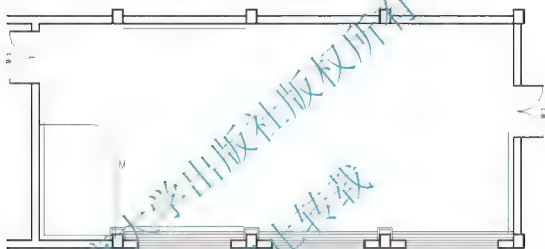
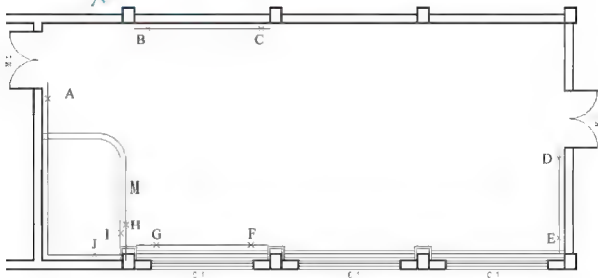
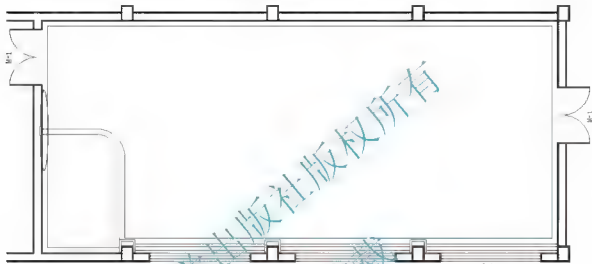

图 4.63 分解并修改多段线
图 4.64 将 M 线向左偏移 150mm
图 4.65 用【圆角】命令修改图形
(4) 删除多余的线, 结果如图 4.63 所示。
(5) 将图 4.63 中的 M 线向左偏移 150mm, 结果如图 4.64 所示。
① 在选择第一个对象或 [放弃(U)/多段线(P)/半径(R)/修剪(T)/多个(M)]: 提示下，拾取图 4.64 所示的 A 处。
② 在选择第二个对象，或按住 Shift 键选择要应用角点的对象: 提示下，拾取 B 处。
(7) 多次重复【圆角】命令，修改 C 和 D 处、E 和 F 处、G 和 H 处、I 和 J 处，结果如图 4.65 所示。
(8) 启动【修剪】命令，将图 4.65 中椭圆内的两条短线剪掉。